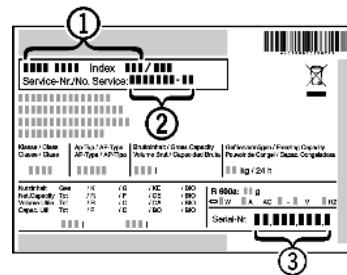

Fig. 46
- ▶ Očitajte naziv uređaja *Fig. 46 (1)*, servisni broj *Fig. 46 (2)* i serijski broj *Fig. 46 (3)* s tipske ploče. Tipska pločica nalazi se na lijevoj unutarnjoj strani uređaja.